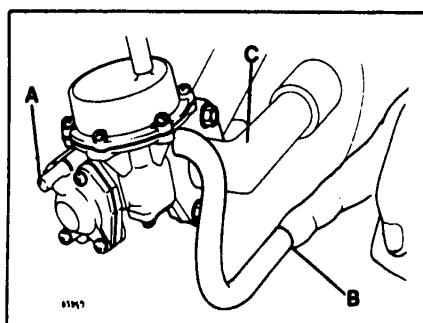

Рис. 17 Проверка клапана управления воздухом
- Отсоедините вакуумный шланг от клапана управления (рис. 17, А).
- Отсоедините воздушный шланг от клапана и заглушите шланг пальцем (рис. 17, В).
- Остановите двигатель, отверните два винта крепления и снимите воздушную трубу (рис. 17, С).